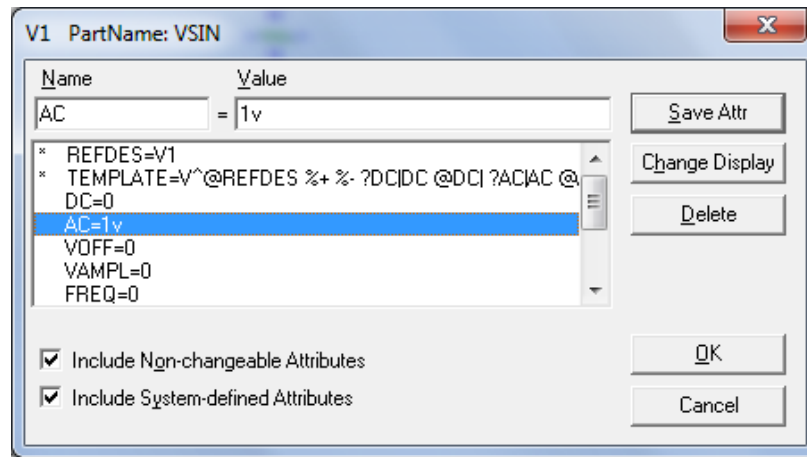

Рис. 14.2. Вікно атрибутів джерела змінної напруги VSIN
2) Відкрийте вікно атрибутів джерела напруги (рис. 14.2), двічі натиснувши по його схемному позначенню, і встановіть усі атрибути джерела напруги у 0 за винятком AC=1V, SIMULATIONONLY і PKGREF=V1. Атрибути, позначені символом "\*" змінити не можна.